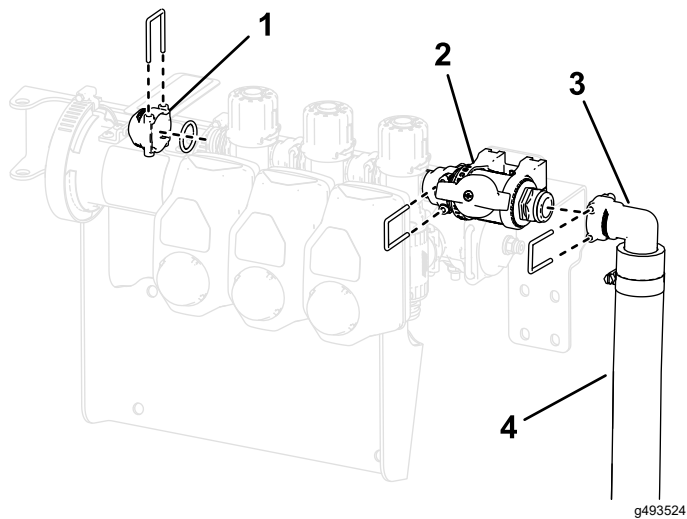

图 29
7. 使用之前拆下的 O 形圈和卡环将控制阀总成固定到喷洒臂阀如图 29 所示。
8. 使用之前拆下的卡环将盖帽 1/2 英寸、O 形圈、接头和软管组件安装到控制阀上如图 29 所示。